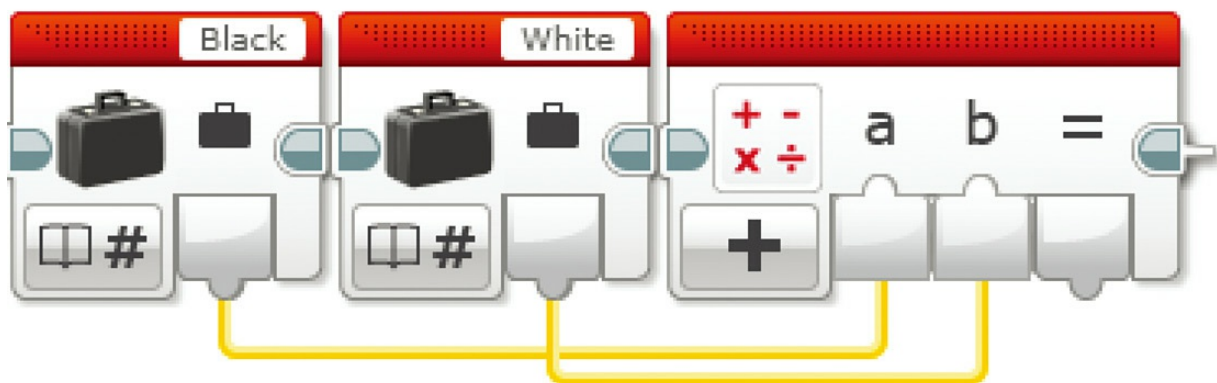

图8.22 数学模块将“Black”和“White”的数字值加在一起
2. 遵守计算顺序，你应该添加公式里面的 $a+b$ 。默认数学模块设置为加法模式，所以你可以简单地使用数据线来连接Black和White变量到 $a$ 和 $b$ 输入（如图8.22所示）。